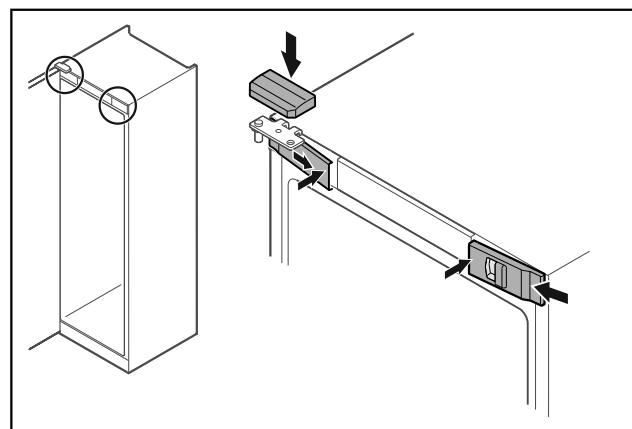

Fig. 48
- ▶ Futni nga anash kapakët mbulues të përparmë Fig. 48 (1) dhe mbërthejini nga brenda.
- ▶ Mbërtheni nga lart kapakun mbulues të sipërm Fig. 48 (2).